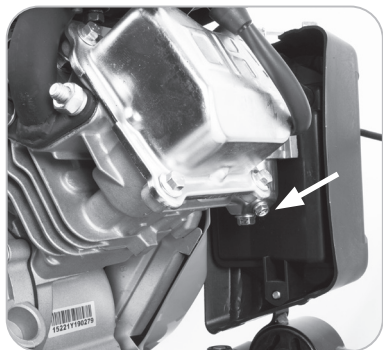

Fig. 20
- Se puede encontrar un grifo de drenaje debajo del cuenco flotante del carburador. Afloje este grifo para permitir el drenaje del combustible de la máquina. **(Fig. 20)**
1. Drene completamente el combustible de su depósito y del carburador de la máquina. **(Fig. 20)**